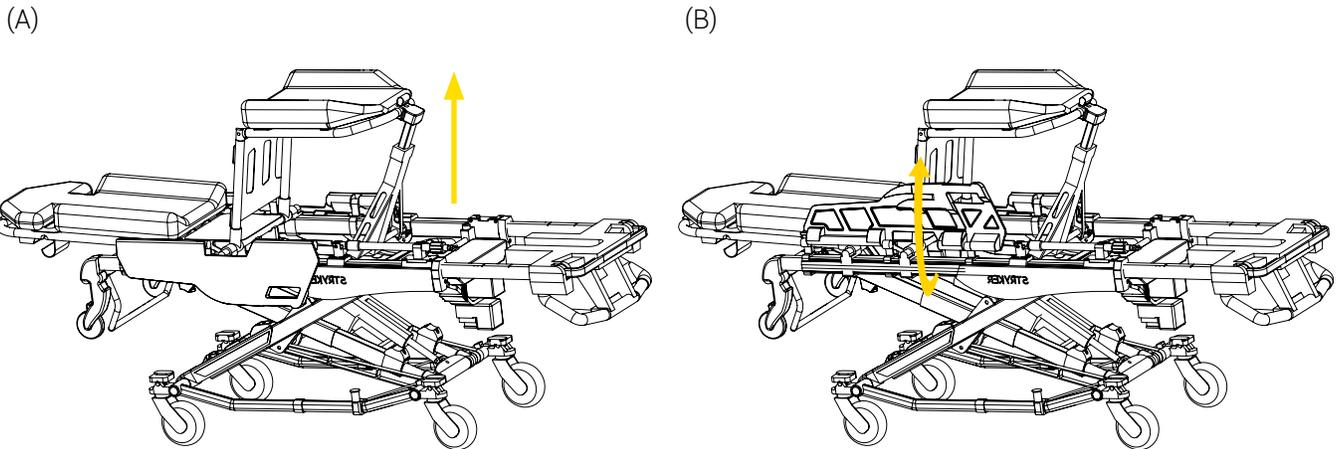

Figure 3: Préparation de la civière - sommier de pied levé/barrière latérale levée
4. Lever le sommier de pied afin d'avoir plus d'espace pour l'installation (Figure 3 A).
5. Lever la barrière latérale pour accéder au couvercle du boîtier des blocs de glissement à l'aide de la poignée (Figure 3 B).
7. Baisser le sommier de pied et la barrière latérale (Figure 3).